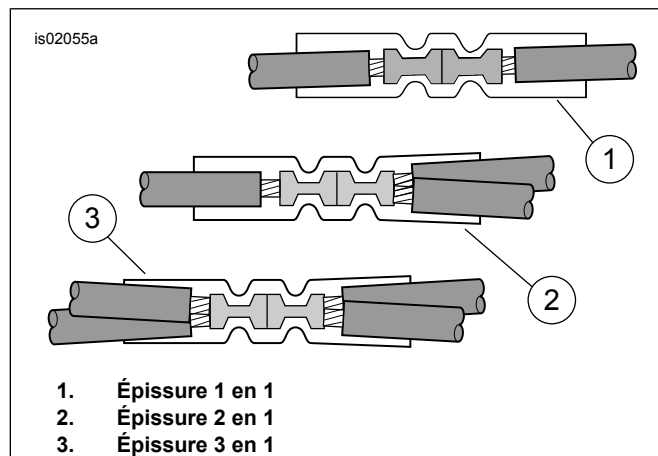

Figure 7. Configurations d'épissure
4. Voir Figure 22. Prendre le connecteur bout à bout scellé (3) dans le kit. Voir Figure 7, pour la configuration d';;épissure « deux en un ». Épisser le conducteur d'alimentation du faisceau de fils de poignée chauffante aux fils orange/blanc du faisceau principal selon les instructions dans l'annexe du manuel d'entretien.
6. Voir Figure 22. Prendre le connecteur bout à bout scellé (3) dans le kit. Voir Figure 7, pour la configuration d';;épissure « un en un ». Épisser le conducteur d'alimentation du faisceau de fils de poignée chauffante au fil adaptateur selon les instructions dans l'annexe du manuel d'entretien.
3. Voir Figure 22. Prendre le connecteur bout à bout scellé (3) dans le kit. Voir Figure 7, pour la configuration d'épissure « deux en un ». Épisser le conducteur d'alimentation du faisceau de fils de poignée chauffante aux fils orange/blanc coupés selon les instructions dans l'annexe du manuel d'entretien.
6. Voir Figure 22. Prendre le connecteur bout à bout scellé (3) dans le kit. Voir Figure 7, pour la configuration d'épissure « un en un ». Épisser le conducteur d'alimentation du faisceau de fils de poignée chauffante au fil adaptateur selon les instructions dans l'annexe du manuel d'entretien.
3. Voir Figure 22. Prendre le connecteur bout à bout scellé (3) dans le kit. Voir Figure 7, pour la configuration d'épissure « deux en un ». Épisser le conducteur d'alimentation du faisceau de fils de poignée chauffante aux fils orange/blanc du faisceau principal selon les instructions dans l'annexe du manuel d'entretien.
- Voir Figure 22. Prendre le connecteur bout à bout scellé (3) dans le kit. Voir Figure 7, pour la configuration d'épissure « deux en un ». Épisser le conducteur d'alimentation du faisceau de fils de poignée chauffante aux fils orange/blanc du faisceau principal selon les instructions dans l'annexe du manuel d'entretien.
3. Voir Figure 22. Prendre le connecteur bout à bout scellé (3) dans le kit. Voir Figure 7, pour la configuration d';;épissure « deux en un ». Épisser le conducteur d'alimentation du faisceau de fils de poignée chauffante aux fils orange/blanc du faisceau principal selon les instructions dans l'annexe du manuel d'entretien.
4. Installer le fusible 2 A (12) du kit dans la cavité de fusible pour compléter le circuit.